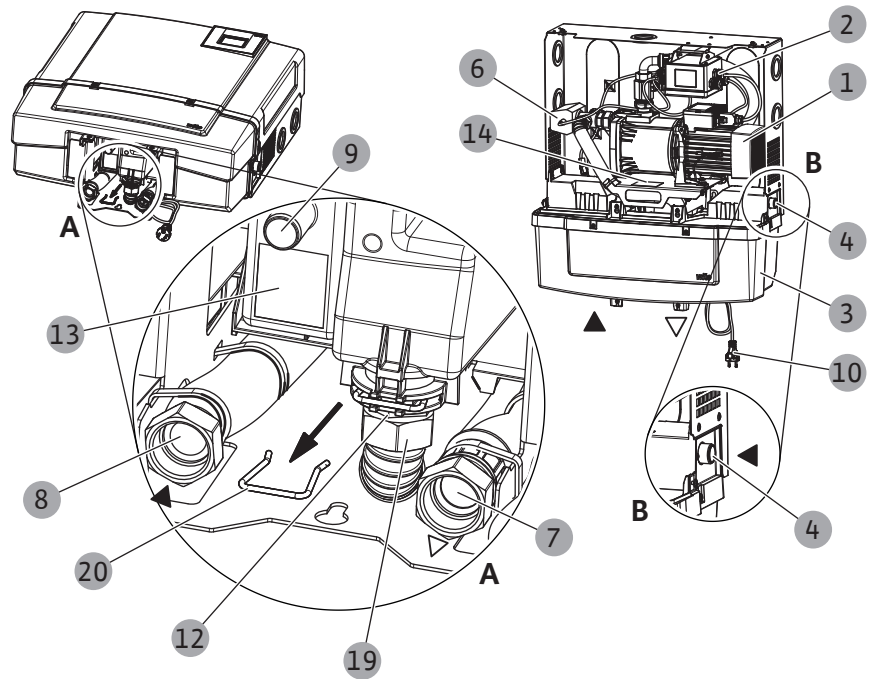
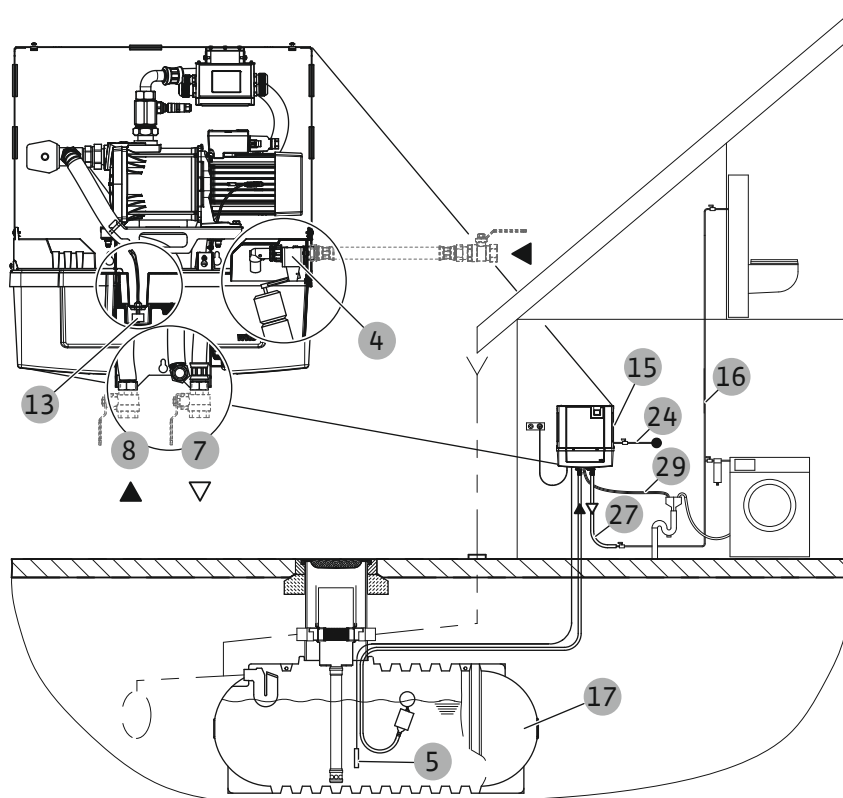

Fig. 1: Hoofdcomponenten
Fig. 2: Installatievoorbeeld
Het systeem is voorzien van een zelfaanzuigende centrifugaalpomp (Fig. 1, pos. 1).
De pomp transporteert regenwater vanuit een regenwaterreservoir (Fig. 2, pos. 17) of bedrijfswater vanuit een buffertank (Fig. 1, pos. 3) via de huisinstallatie (Fig. 2, pos. 17) naar de tappunten.
Het regelsysteem (Fig. 1, pos. 2) stuurt de pomp aan en het omschakelen naar het afnemen van water uit de buffertank via een driewegventiel (Fig. 1, pos. 6), afhankelijk van het niveau van het regenwater in het regenwaterreservoir.
De buffertank (11 liter) (Fig. 1, pos. 3) conform EN 1717 (vrije afvoer van het type AB) scheidt het bedrijfswater in de buffertank van het leidingwaternet. De buffertank wordt door een suppletieventiel (Fig. 1 en 2, pos. 4) met leidingwater gevuld. Bij een storing loopt het water ongehinderd uit de overloop.
Ter plaatse moet er een slang voor aansluiting op de overloop (Fig. 1, pos. 9) aanwezig zijn (niet inbegrepen).